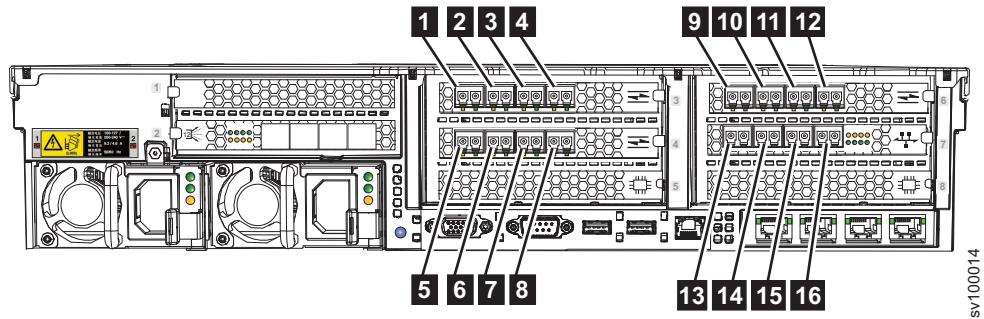

図 21. 標準構成のファイバー・チャネル・ポート番号
36 ページの図 21 は、10 Gbps 光イーサネット・アダプターが Fibre Channel over Ethernet (FCoE) 通信用に構成されている場合の物理ファイバー・チャネル (FC) のポート番号を示しています。